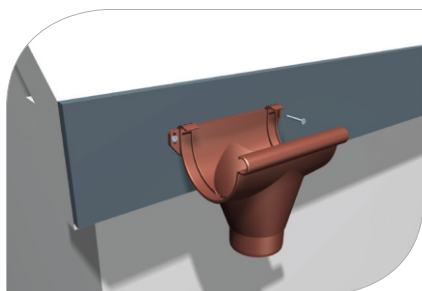

рис. 4
- 1.7 В системе Galeco PVC воронки и соединители монтируются неподвижно к лобовой доске при помощи специальных держателей (или при помощи кронштейна к доске стропильной ноги), что стабилизирует систему и способствует тому, что одним подвижным элементом остается желоб **(рис. 4)**